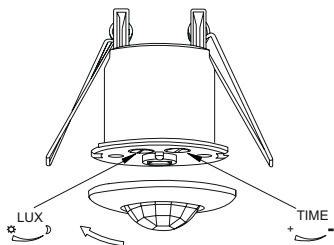

Рисунок 3 – Датчик движения ДД 301
- повернуть против часовой стрелки крышку с линзой датчика. Снять крышку (рисунок 3);